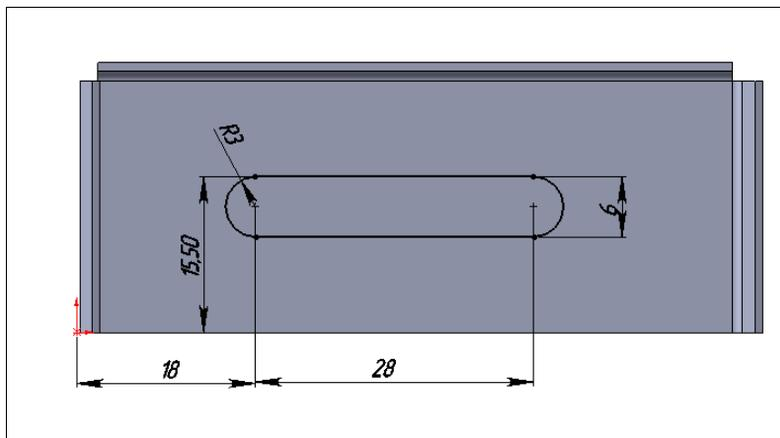

Рис. 4.41
11. Теперь построим вырез на днище перегородки. Для этого откроем эскиз на плоскости базовой кромки и нарисуем эскиз выреза (рис. 4.41).